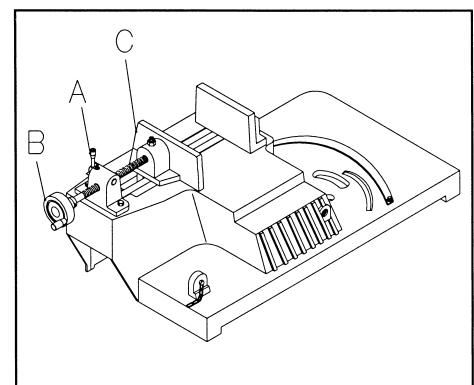

Fig. 2
- Til de hendel op (A, fig. 2) en houd deze omhoog. U kunt de linkerbek van de klem nu gemakkelijk naar voren en achteren verplaatsen door het handwiel (B) naar voren of achteren te schuiven.
- Verplaats de linkerbek (C) richting werkstuk. Duw de bek tegen het werkstuk en zorg ervoor dat dit op de juiste wijze tussen de bekken ligt.
- Draai het handwiel (B) rechtsonder om het werkstuk goed vast te klemmen. U zult merken dat u met deze klem snel en gemakkelijk kunt werken.